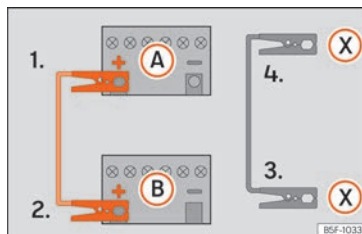

Abb. 162 Anschlusschema für Fahrzeuge mit Start-Stopp-System.
Starthilfekabel nur in folgender Reihenfolge an-klemmen 1 > 2 > 3 > 4 »» (Abb. 162).
Fahrzeuge mit Start-Stopp-System: Klemmen Sie ein Ende des schwarzen Starthilfekabels (X) an einen geeigneten Masseanschluss, ein massives, fest mit dem Motorblock verschraubtes Metallteil oder an den Motorblock selbst »» (Abb. 162).
5. Klemmen Sie das andere Ende des schwarzen Starthilfekabels (X) im Fahrzeug mit der entladenen Batterie an ein mit dem Motorblock verschraubtes, massives Metallteil oder an den Motorblock selbst, aber so weit wie möglich von der Batterie A entfernt an.